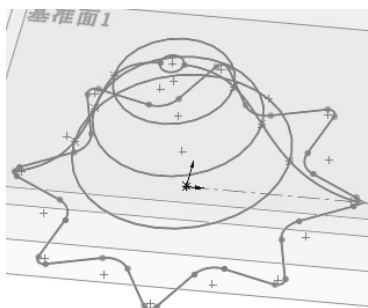

图 9-34 绘制草图
15) 重复步骤 13) ~14), 在上视基准面的另一侧创建样条曲线, 如图 9-34 所示。